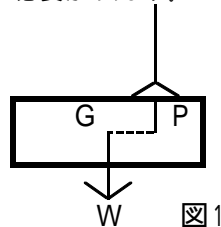

図1
- ウ) ワークの重心位置も重要となります。図1の様に重心Gがパッドの中心の延長線にない場合、G、Pを腕とする偶力(回転力)が作用し、ワークは斜めに傾き、パッドからワークを斜めに引き離すような力が加わります。パッドの吸着力は、その構造上この様な力に対して極端に弱いので、重心は必ずパッドの中心の真下にあるように吸着位置を決める必要があります。